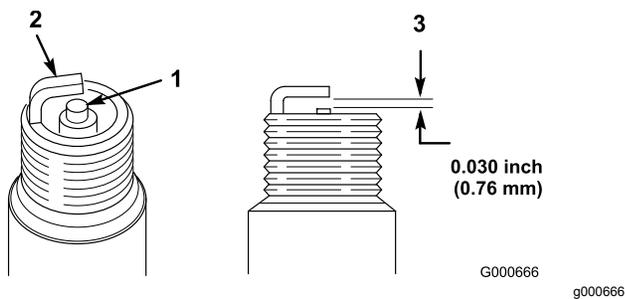

図 28
1. まず、点火プラグ中央部 図 28 を観察する。絶縁体部がうす茶色や灰色なら適正、黒い汚れがある場合にはエアクリーナの不良を考える。
2. プラグの電極間のエアギャップ 図 28 を点検し、適正值から外れていれば外側の電極を曲げて調整する。